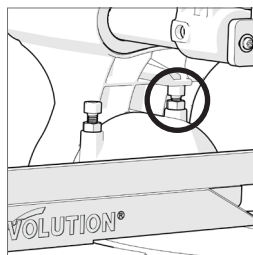

Рис. 14
- Ослабьте контргайку винта регулировки вертикального угла (**рис. 14**).